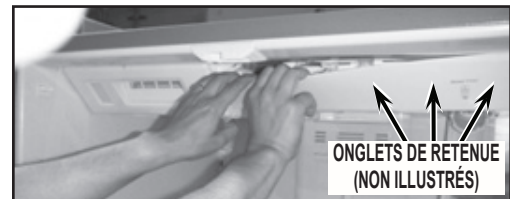

FIGURE 6
8. Progresser depuis le côté gauche, vers la droite – introduire une main entre le couvercle du réservoir d'eau et la doublure du compartiment de réfrigération, pour libérer les onglets de retenue. Voir la *Figure 6*.